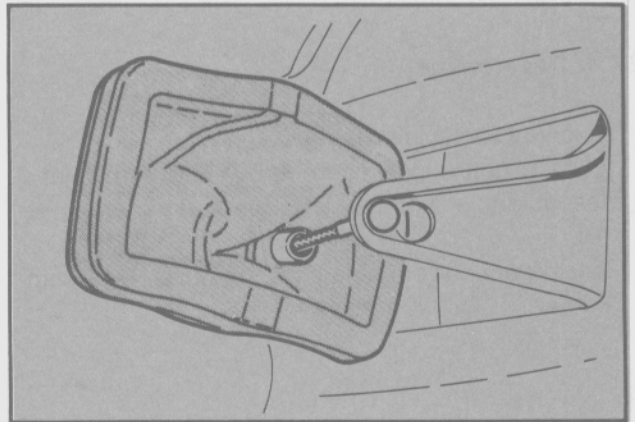

Fig. 7 - Desmontaje del guardapolvo de la horquilla de desembrague.
- Extraer el guardapolvo en la horquilla de desembrague (Fig. 7).